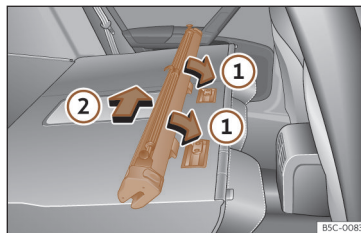

**Fig. 191** Montar a rede de separação nos encostos do banco traseiro.
- Coloque a carcaça da rede nos rebaixos das calhas de fixação no sentido das setas >>> **Fig. 191** ①.
- Empurre a carcaça para o lado esquerdo do veículo no sentido da seta >>> **Fig. 191** ② e até ao limite.
- Puxe da carcaça da rede aproximadamente 5 cm no sentido contrário da seta >>> Fig. 191 ②.
- Retire a carcaça das calhas de fixação puxando no sentido contrário ao das setas >>> Fig. 191 ①.